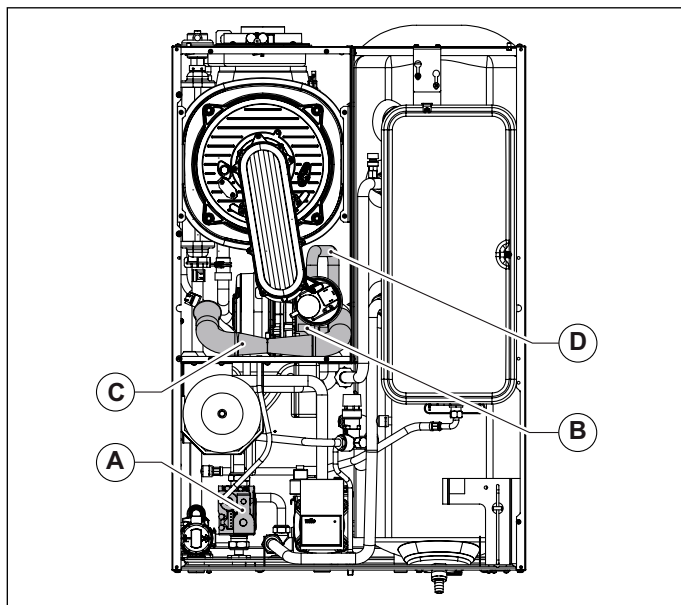

Fig. 32 Chambre d'aspiration
- Enlever la chambre d'aspiration, en dévissant avant tout la vis qui la fixe au mélangeur (voir Fig. 32 Chambre d'aspiration).
- Débrancher le tuyau du gaz du mélangeur (voir Fig. 32 Chambre d'aspiration).